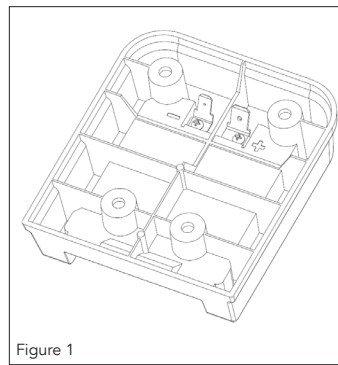

Figure 1
2. Repérez les bornes dans le port de connexion de la batterie. (Voir la Figure 1.)